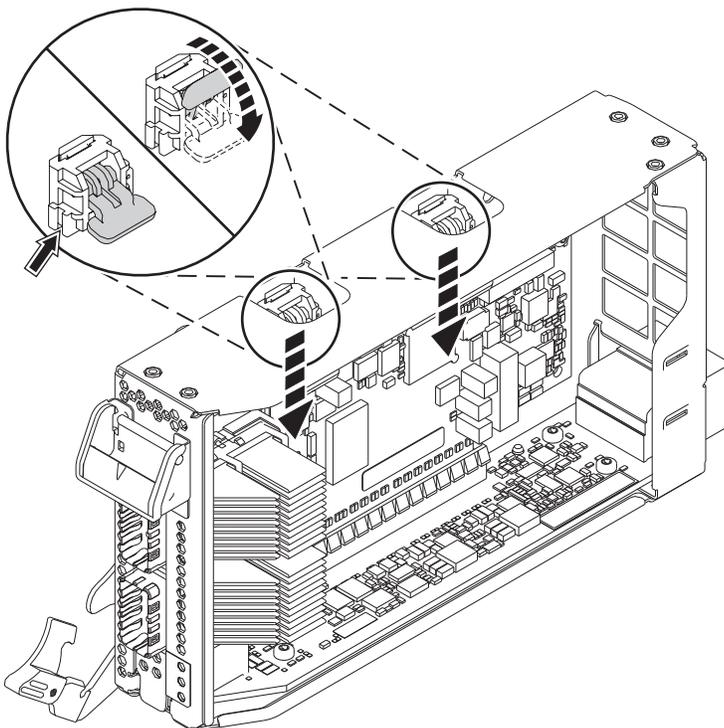

Abbildung 7. Kassettenverriegelungen einrasten lassen
- d. Drehen Sie die Kassettenverriegelungen an der Oberkante der Kassette, damit der Adapter einrastet. Siehe Abb. 7.